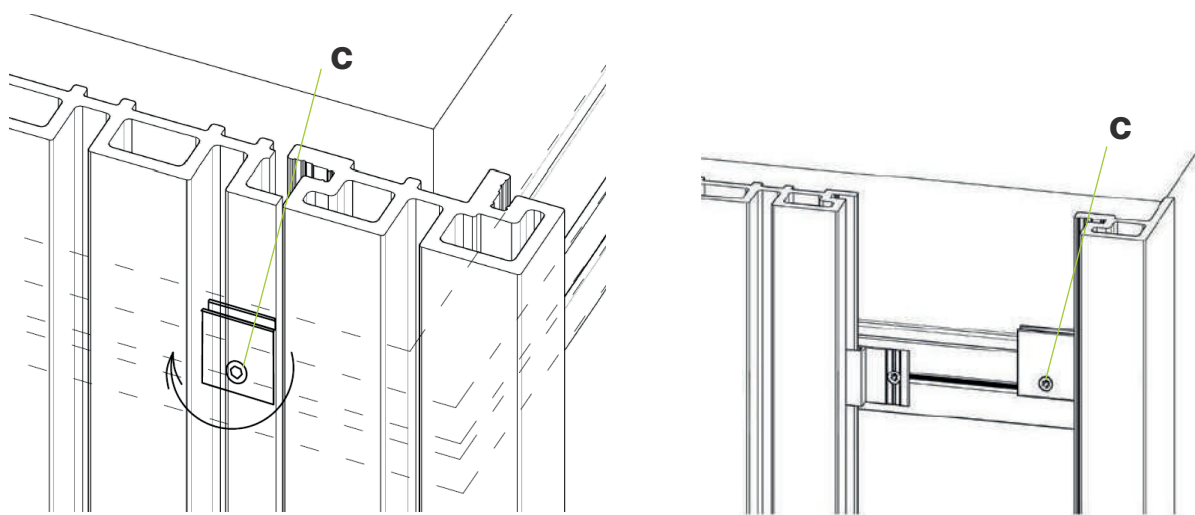

Fig. 20 Colocación del clip adicional
Al instalar el perfil de fachada en el paso (4), para colocar toda la fachada en un plano, fije el clip adicional (c) en el perfil de apoyo con la parte posterior, fije el perfil con un tornillo (ver Fig. 20).